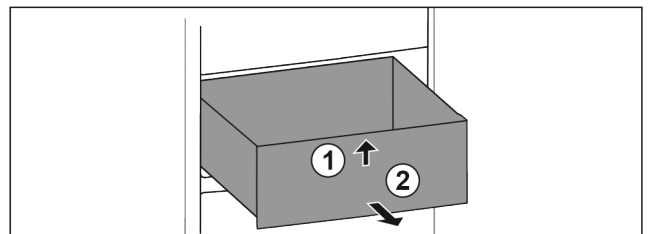

Fig. 12
► Le soulever à l'avant Fig. 12 (1).
► Sortir le tiroir par l'avant Fig. 12 (2).